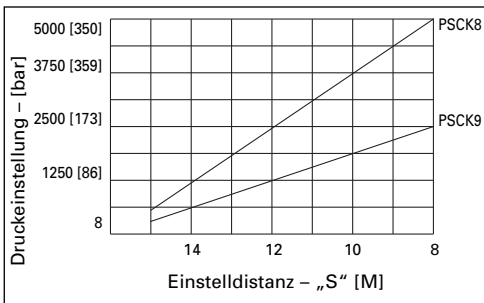

Abbildung 4, Graph
3. Die Gegenmutter unter Sicherung der Druckeinstellung mit Hilfe des Schraubenschlüssels nach rechts drehen und auf ein Drehmoment von 4 Nm (3 ft.-lb.) anziehen. (Für die richtige Einstellung den Graphen in Abbildung 4 heranziehen [dieser bietet nur einen ungefähren Anhaltspunkt; zur präziseren Bestimmung der Schaltpunkte sollte ein Manometer verwendet werden]).
Hinweis: Die Einstelldistanz „S“ in Abbildung 4 wird vom Ende der Einstellschraube zum Schaltergehäuse (wo die Gegenmutter am Gehäuse anliegt) gemessen.